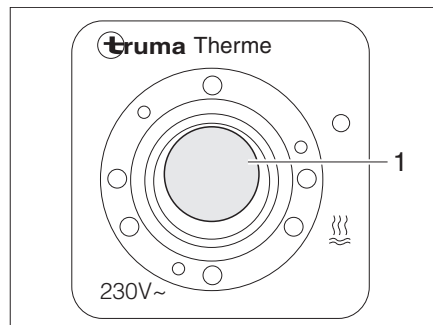

Bild 130 Bedienschalter für Therme
Mit dem Bedienschalter (Bild 130) wird die elektrische Betriebsart eingeschaltet. Die Kontroll-Leuchte (Bild 130,1) im Schalter muss leuchten.
- Bedienschalter (Bild 130) einschalten. Kontroll-Leuchte (Bild 130,1) im Schalter leuchtet.
- Bedienschalter (Bild 130) ausschalten. Kontroll-Leuchte (Bild 130,1) im Schalter erlischt.
- Bedienschalter (Bild 130) ausschalten. Kontroll-Leuchte (Bild 130,1) im Schalter leuchtet nicht.